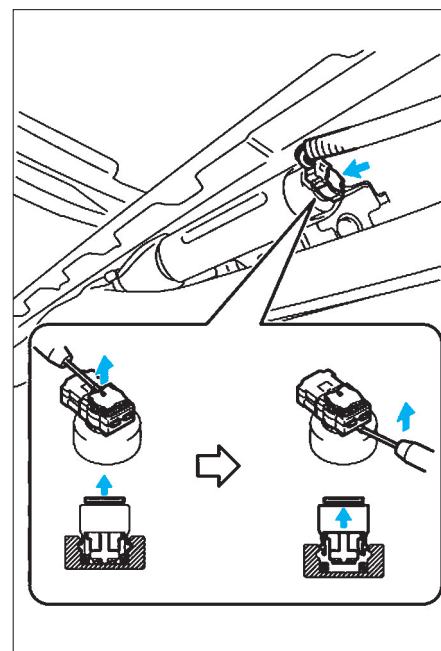

FIG. 14
- En faisant levier avec un tournevis fin, débrancher le connecteur de l'airbag (fig. 14).